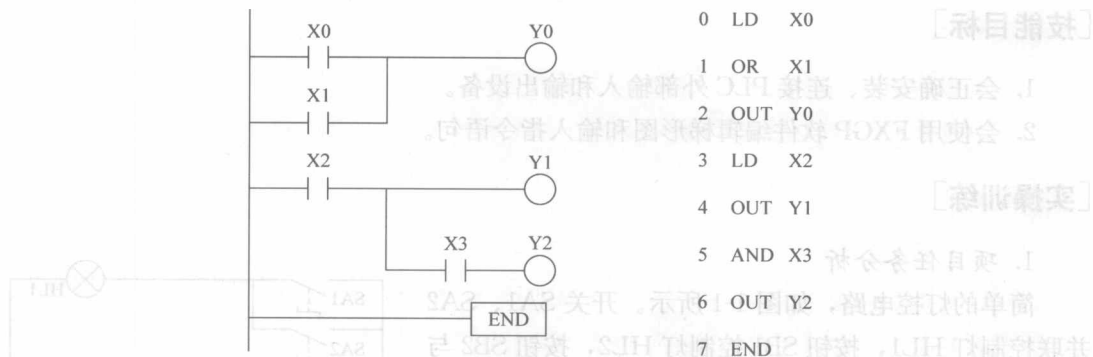

图 1-3 PLC 编程梯形图和指令语句
4) 设计梯形图。梯形图如图 1-3 所示。
注意：图 1-3 所示指令语句中的程序结束指令 END，用于程序的结束，无操作数。PLC 执行用户程序步时，从第一步扫描至 END 指令，END 以后的程序则不再执行。